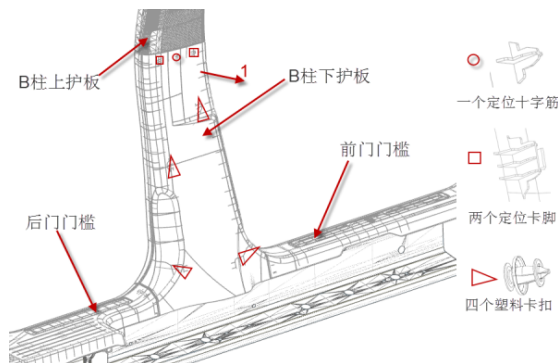

图 7-2-5-1 B 柱下护板拆卸示意图
- (1) 首先松开 B 柱配合的前后门框密封条;
- (2) 拆除前后门槛护板 (参照后门门槛护板的拆卸方法);
- (3) 沿钣金配合处用双手往车内方向掰 (如图 7-2-5-1 方向 1), 把塑料卡扣紧固点 (4 个) 从钣金分离即可拿下 B 柱下护板。